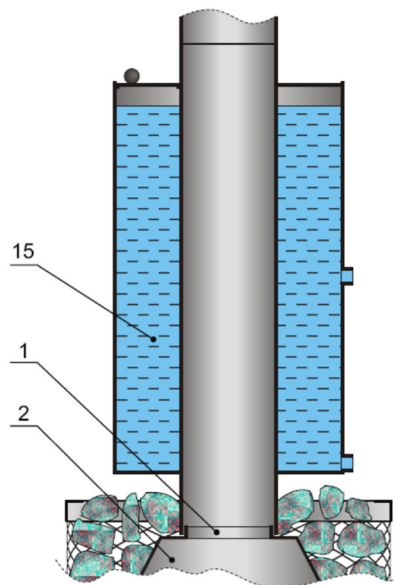

Bild 2 - Oberer Ofenquerschnitt
- Die Tür (9) wieder in den Rahmen (6) einsetzen, dabei die gewünschte Seite der Öffnungsrichtung (A oder B, siehe Abb. 2) wählen und sie von oben mit einer Gelenkachse (16) befestigen